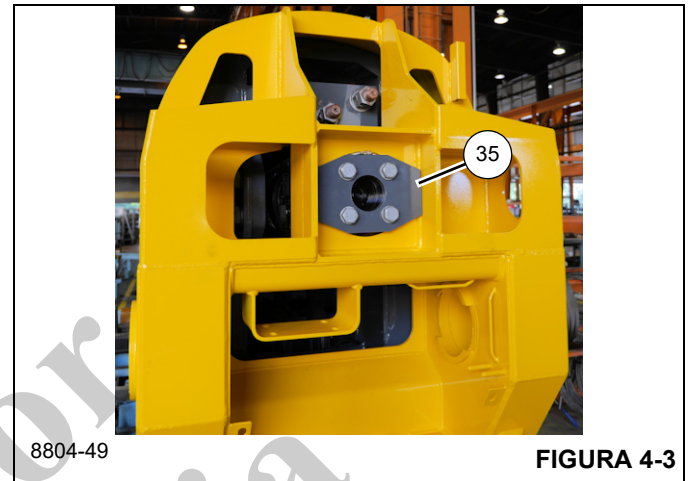

FIGURA 4-3
3. Marque y retire todos los conjuntos de tubo hidráulico del colector de selección de etapa telescópica (39) y el cilindro telescópico (6). Tape todas las aberturas.
4. Retire los cuatro tornillos (40), arandelas planas (10), arandelas de seguridad (11) y las tuercas (12) que fijan el colector de selección de etapa telescópica (39) a la parte trasera inferior de la sección de base (1).
5. Retire cuatro pernos (22) y las arandelas planas endurecidas (33) que fijan la placa (35) a la parte trasera del cilindro telescópico (6) (vea la Figura 4-3).